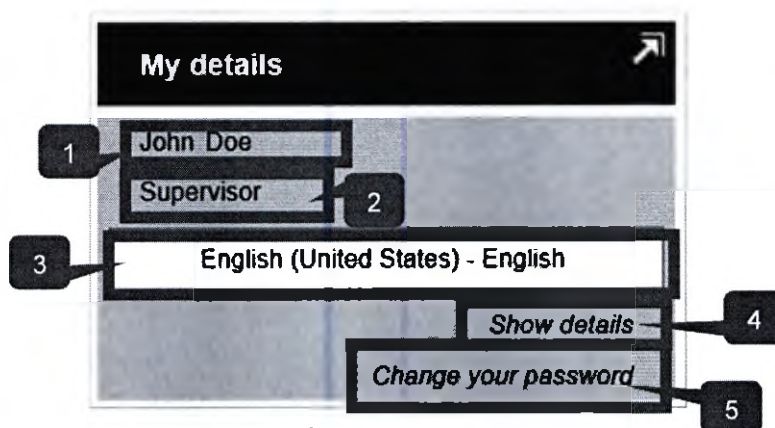

Рис. 131. Сведения о пользователе
- 1 Нажмите **Change your password** (Изменить пароль) (см. Рис. 131 на стр. 82).